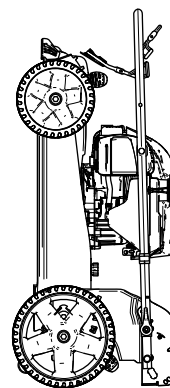

Рисунок 21
- Поднимите переднюю часть машины за рукоятку и переместите ее на место хранения (Рисунок 21).